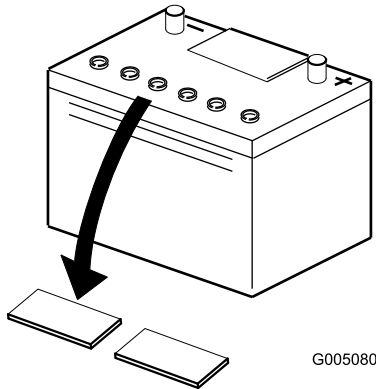

Figure 4
2. Nettoyez le dessus de la batterie puis retirez les bouchons d'aération (Figure 4).